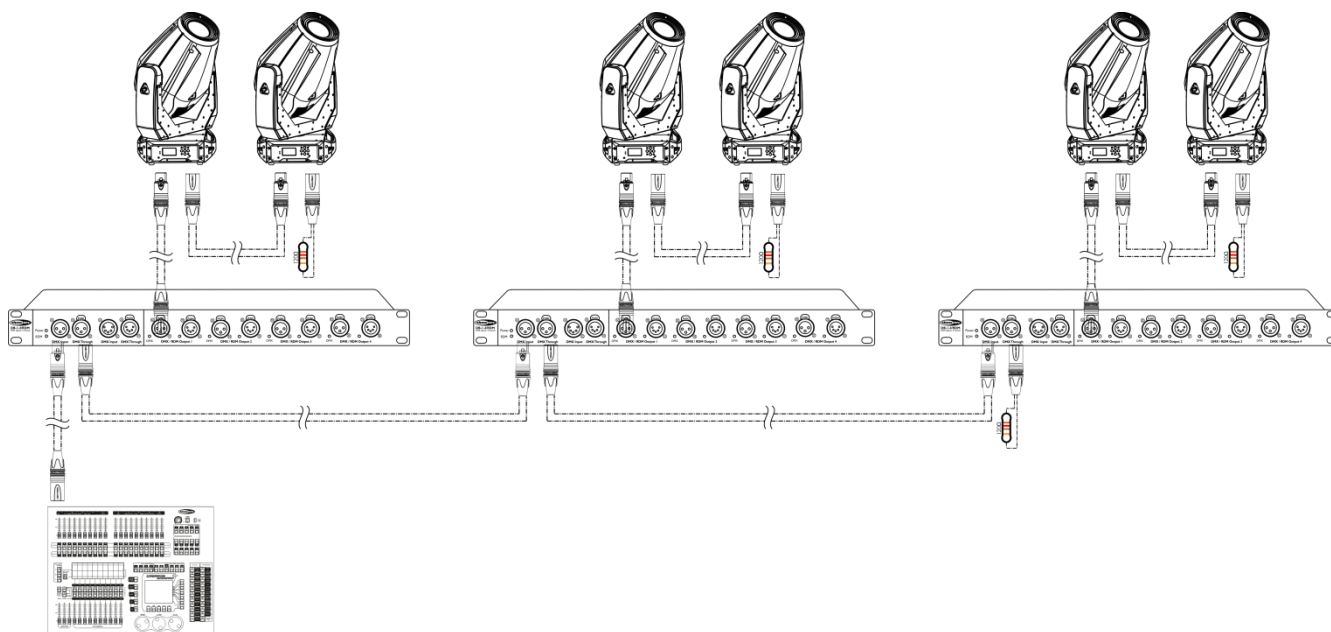

Fig. 03
04) Collegare le unità come indicato nella fig. 03. Collegare la presa DMX "Through" della prima unità alla presa DMX "in" della seconda unità, servendosi di un cavo di segnale DMX. Ripetere questo processo fino a collegare la seconda, la terza e la quarta unità.